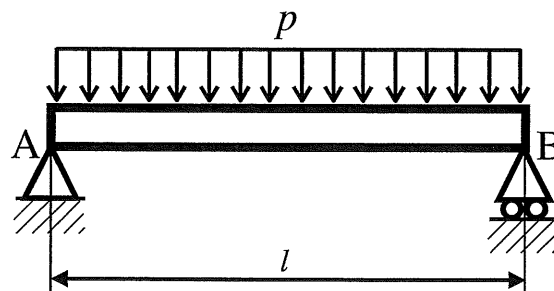

図3
3. 図3のように、単位長さあたりの荷重が p である等分布荷重を受ける支間長が l の単純支持はりがある。曲げ剛性 EI は、はり全長に渡って一定とする。以下の問いに答えよ。